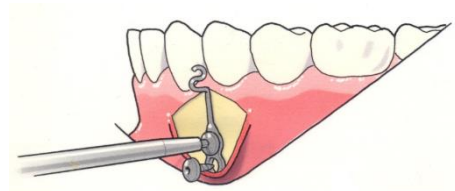

Fig. 3
La placa de anclaje puede doblarse previamente con cuidado para obtener un contacto óptimo entre la placa y el hueso cortical. La flexión se limita entre el orificio superior y el inferior. Inserte el primer tornillo autoperforante (Surgi-Tec recomienda 5 mm de longitud,  $\varnothing$  2,0 mm, ref. 70-505S) en el orificio superior del anclaje, pero no lo apriete completamente para permitir cierta rotación del anclaje. Se inserta el segundo tornillo autoperforante (Surgi-Tec recomienda 5 ó 7 mm de longitud,  $\varnothing$  2,0 mm, ref. 70-505S ó 70-507S) (Fig. 3).